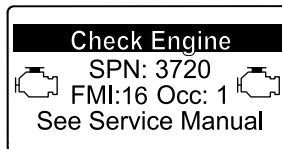

Figure 35
- Avertissement moteur SPN 3720, FMI 16 (Figure 35)